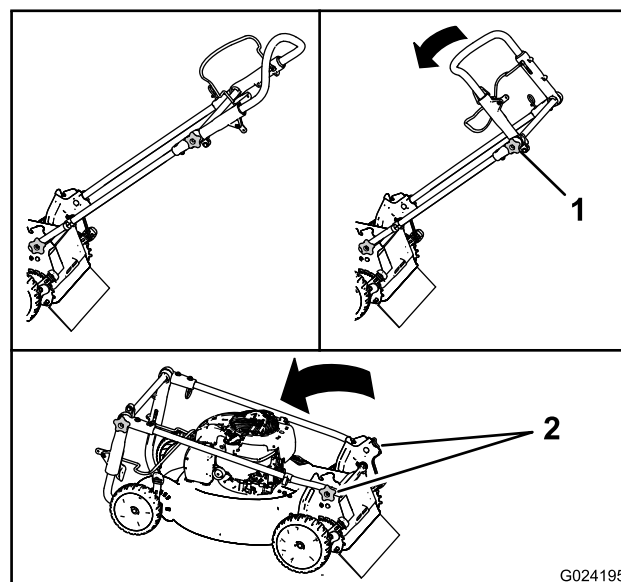

Figure 27
1. Desserrez le bouton de la partie supérieure du guidon (Figure 27).
2. Desserrez les boutons du guidon jusqu'à ce que le guidon bouge librement (Figure 27).
3. Pliez le guidon en avant de la manière indiquée (Figure 27).